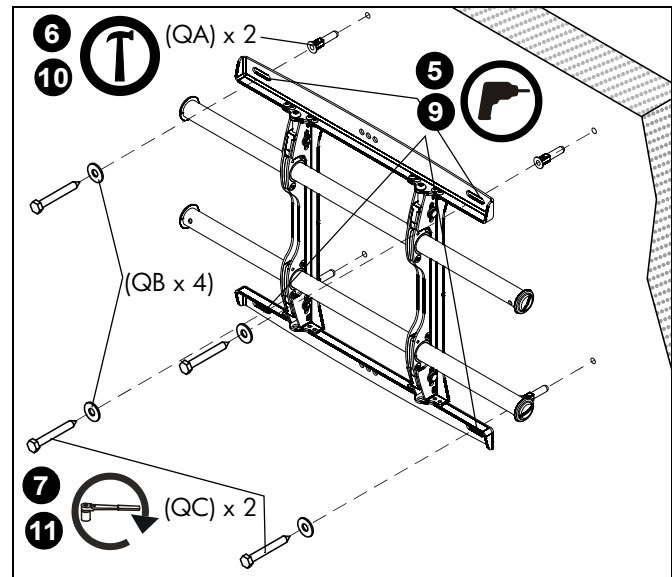

рис. 4
4. При помощи уровня сделайте на стене отметки в местах размещения верхних монтажных отверстий. (См. рис. 4)
- Отметьте точки размещения нижних монтажных пазов. (См. рис. 4)
- Просверлите в отмеченных местах по одному направляющему отверстию. (См. рис. 4)
- Забейте молотком дюбели (QA) в каждое направляющее отверстие.
- С помощью двух болтов 5/16 x 2-1/2" (QC) и двух плоских шайб 5/16" (QB) прикрепите крепление через нижние монтажные отверстия. (См. рис. 4)